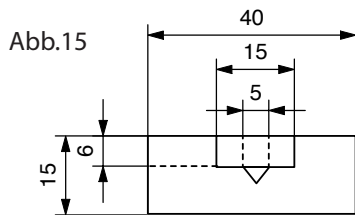

Abb.15
15. Am Mittelpunkt des Holzrades ein Sackloch 6mm tief $\varnothing 15$ bohren. In der Mitte dieser Vertiefung die vorhandene Bohrung für die Schraube ansenken (siehe Zeichnung Abb. 15)